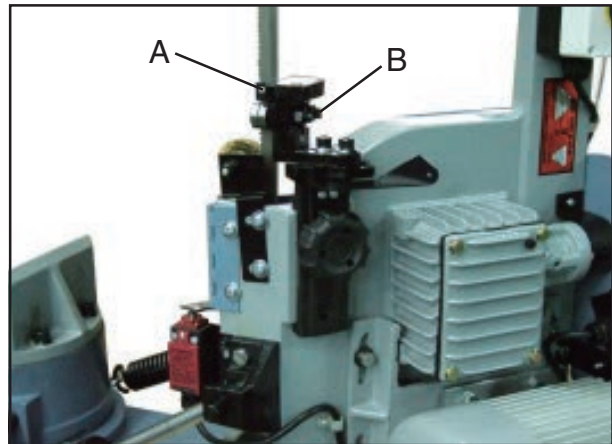

Fig. 12
3. Die Schrauben (A, Fig. 12) lösen und die Hartmetall-Führung so einstellen, dass das Spiel zwischen 0,08 mm bis 0,12 mm beträgt.
4. Die Mutter (B, Fig. 12) lösen und das Führungslager mittels dem Exenter einstellen. (0,05 mm).